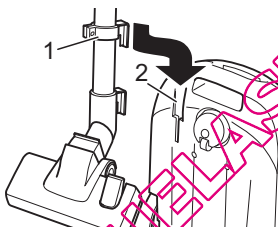

Abb. 16
■ Zum **Aufbewahren** können Sie den Verstauhaken (Abb. 16/1) in die Verstauhalterung (Abb. 16/2) unten am Bodensaugers einhängen.